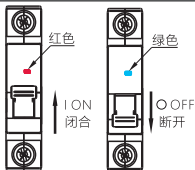

图2 NBP-63(H)闭合、断开状态指示
5.1 安装使用前先检查断路器标志与所使用的工作条件是否相符；断路器闭合、断开状态指示如下图2